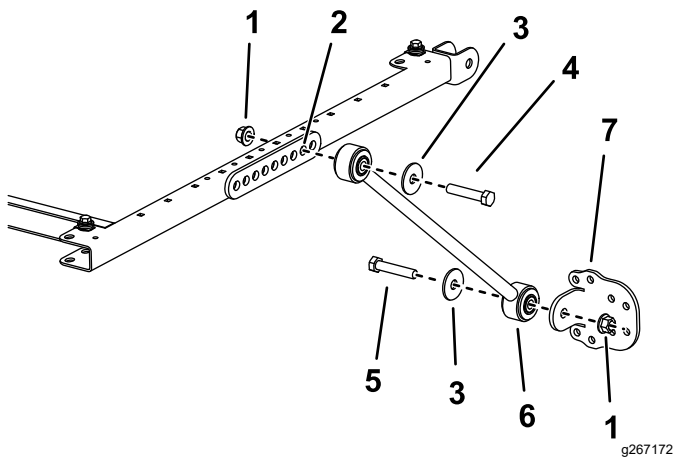

Bild 5
5. Befestigen Sie an jeder Seite des Sonnendachrahmens eine Strebe mit einer Schraube ($\frac{1}{2}$ " x $2\frac{3}{4}$ "), einer Scheibe ($\frac{1}{2}$ "), und einer Bundmutter ($\frac{1}{2}$ ") lose im zweiten Loch der Strebenbefestigung, wie in Bild 5 abgebildet.
6. Befestigen Sie eine Strebenhalterung mit einer Schraube ($\frac{1}{2}$ " x $2\frac{1}{2}$ "), einer Scheibe ($\frac{1}{2}$ ") und einer Bundmutter ($\frac{1}{2}$ ") an jeder Strebe, wie in Bild 5 abgebildet.